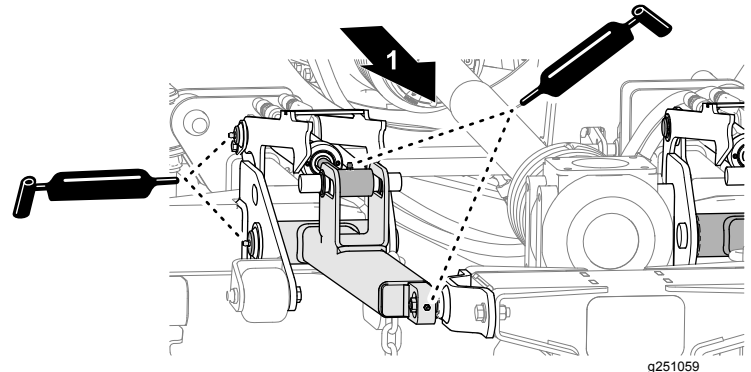

Figura 47
- Aplique grasa en los brazos de elevación, los cilindros hidráulicos y los tirantes de impactos de la carcasa central del cortacésped (Figura 47).